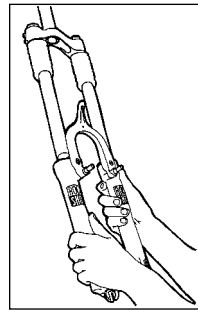

Fig. 4
- Faites glisser l'ensemble mono-coque du tube inférieur hors de son logement (voir Fig. 4). Retirez les gaines de fourche.